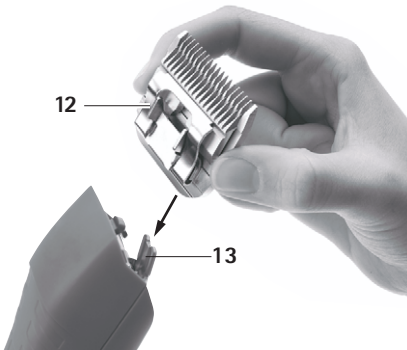

Fig. 2
- Sätt klipphuvudet 12 på det öppna knivlocket 13, se Fig. 2.
- Tryck klipphuvudet 12 lätt mot klippmaskinen FAV5 CL/Fortis, se Fig. 2.